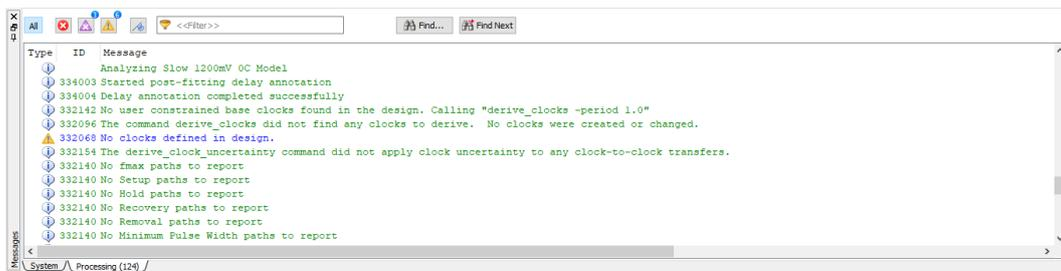

Figura 22: Janela com a mensagem expandida
3. Para localizar a fonte de uma mensagem gerada pelo compilador deve-se clicar na janela de mensagem no ícone  e expandi-lo para encontrar uma unidade de projeto, incluindo uma entidade (Figura 22).